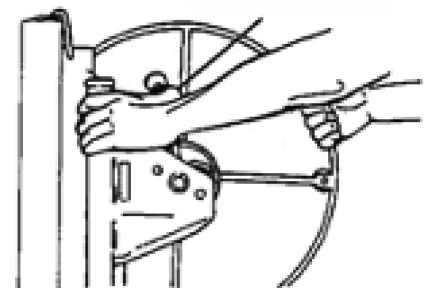

Figure 3
- b. Relever complètement le levier de frein. Saisir le poteau de treuil et tenir fermement le levier de frein avec le pouce. (Figure 3)